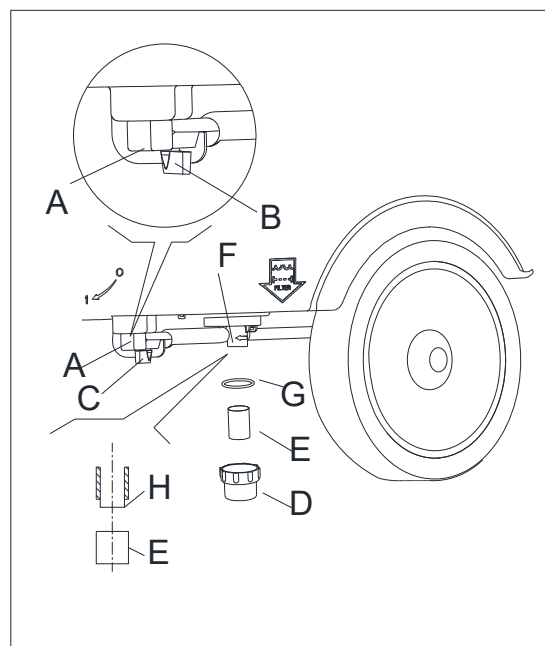

Figura 20
- Asigurați-vă că mașina este oprită și cheia de contact (24) a fost scoasă.
- Suciți valva (A, Figura 20) la oprire "0".
- Îndepărtați acoperișul filtrului (D, Figura 20), curățați filtrul (E, Figura 20), și după aceasta asamblați-l la loc (F, Figura 20).